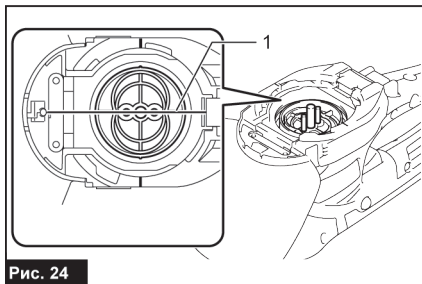

Рис. 24
3. Отрегулируйте три штифта так, чтобы их положение совпадало с линией совмещения (рис. 24).